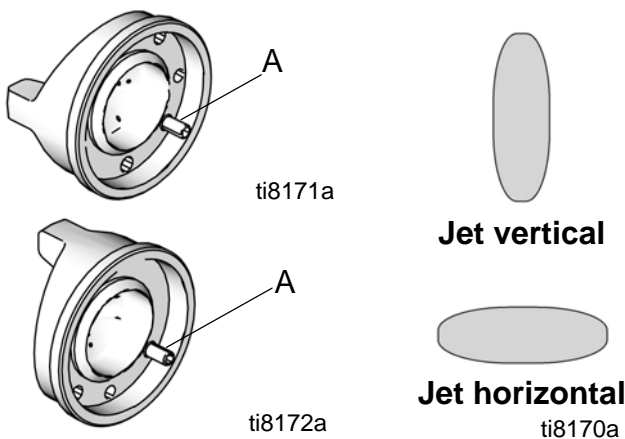

FIG. 10 : Positionnez le capuchon d'entrée de l'air
Les capuchons d'entrée de d'air sont réglés en usine avec une cheville de positionnement (A) réglé au cône de vaporisation vertical. Pour changer le capuchon d'entrée d'air en un jet horizontal, utilisez une clé hexagonale de 1/16 pour dévisser la cheville de positionnement (A) et replacez-le dans l'orifice du cône de vaporisation horizontal. Lors du remplacement de la cheville, utilisez un frein-filet de faible puissance. Établissez le moment de torsion à 1,5-2,5 pouce-lb (0,2-0,3 N·m). **Ne serrez pas excessivement**. Référez-vous à la FIG. 10.